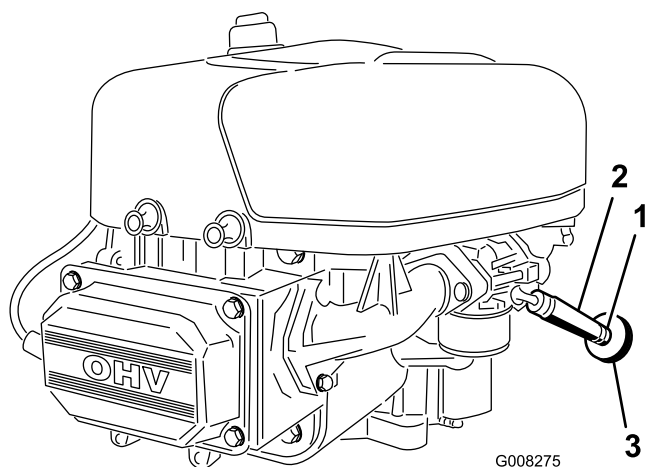

Figura 27
7. Afloje la abrazadera cerca del filtro de combustible y deslícela por el tubo, alejándola del filtro de combustible (Figura 27).
8. Retire el tubo de combustible del filtro (Figura 27).
11. Acerque la abrazadera al filtro de combustible para fijar el tubo de combustible (Figura 27).
El mejor momento para cambiar el filtro de combustible (Figura 27) es cuando el depósito de combustible está vacío. No instale nunca un filtro sucio después de desmontarlo del tubo de combustible.